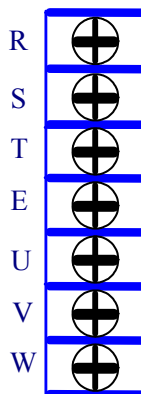

图 3.1 配置图
1) 图 3.1 是电源/电机连接端子配置图,它是采用 7 位的端子排。